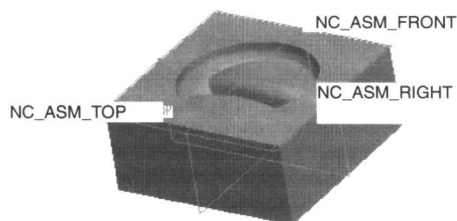

图 1.1.3 制造模型
Step3. 在“放置”操控板中单击 **缺省** 按钮, 然后单击 **✓** 按钮, 完成参考模型的放置, 放置后的效果如图 1.1.3 所示。